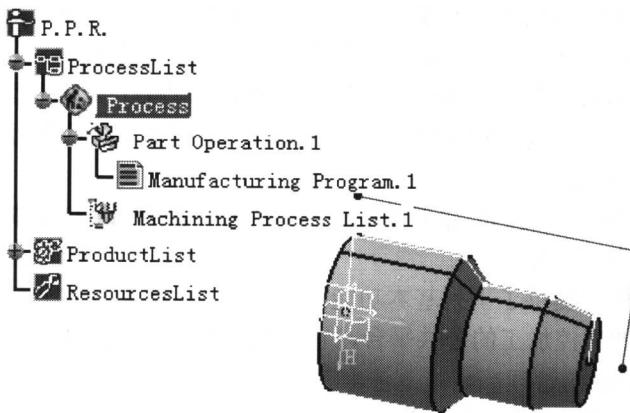

图 1-1 零件及树状目录
① 在菜单栏上选择 File (文件) → Open (打开), 然后选择想打开的带有 CATPart 后缀的文件。
② 在菜单栏上选择 Start (开始) → NC Manufacturing (NC 加工) → Prismatic Machining (2.5 轴铣削加工) (或其他 NC 加工工作台), 就会出现 2.5 轴铣削加工工作台, 零件以及树状目录 (制造规范树) 会一起显示在设置编辑窗口中 (见图 1-1)。